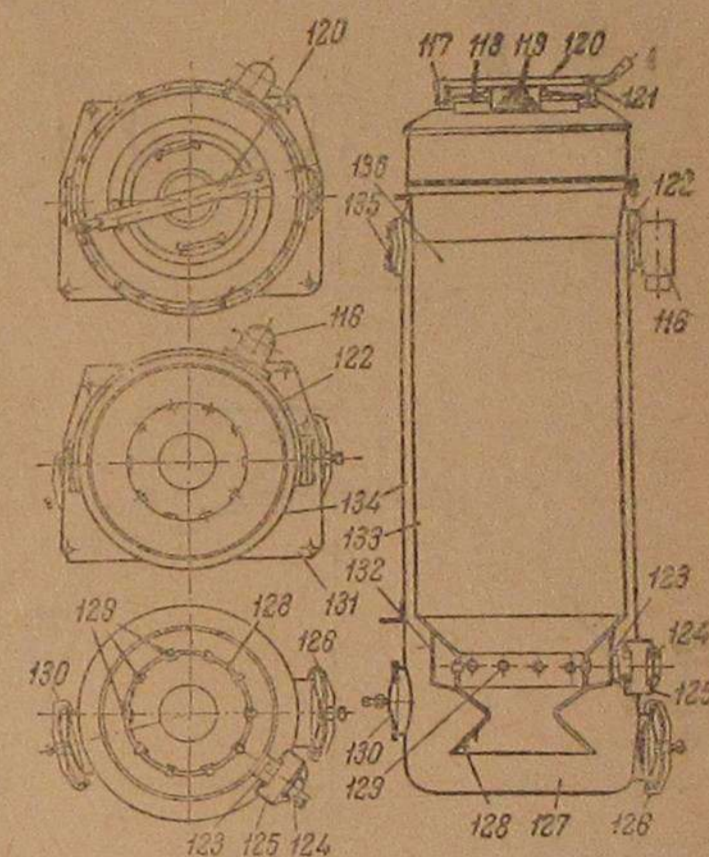
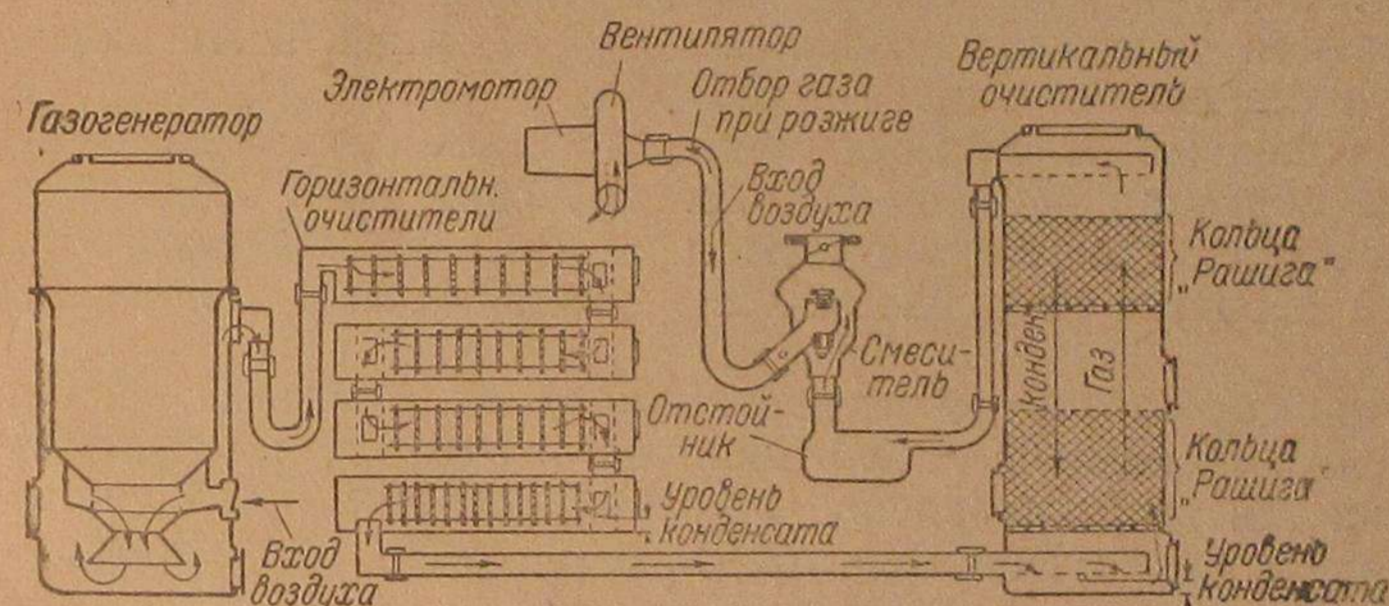

Рис. 10. Газогенератор
Рис. 19. Схема газогенераторной установки
Газогенератор состоит из двух цилиндров — наружного 134 (рис. 10) и внутреннего 133. Наружный цилиндр (кожух) выполнен из малоуглеродистой стали; толщина его 2 мм, высота 1515 мм и
Крышка и пружина выполняют также роль предохранительного клапана при вспышке, возможной в случае попадания в генератор воздуха. На рис. 10 показана первоначальная конструкция крышки с конической пружиной.
Засыпка и выемка верхнего слоя колец Рашига производится через закрываемую крышкой 144 верхнюю часть очистителя. Для загрузки нижнего слоя колец Рашига предназначен люк 148, а для выемки — люк 149. Для полного спуска конденсата при периодической плановой чистке вертикального очистителя служит нижний люк 142. Конструкция верхней крышки 144 и боковых крышек, закрывающих люки очистителя, совершенно тождественна с конструкцией крышки 117 (рис. 10) загрузочного люка газогенератора.
водимым сюда через отверстие в кожухе, воздушную коробку и сопла, расположенные по окружности топливника 128 (рис. 10).
В восстановительной зоне газ (рис. 19) сначала под влиянием разрежения течет вниз и попадает в пространство между внутренним цилиндром и кожухом газогенератора. Отсюда он поднимается вверх до полукольцевого канала 122 (рис. 10), соединенного посредством отсасывающего трубопровода с батареей горизонтальных охладителей-очистителей. При этом, поднимаясь вверх по
2. В отверстие входа воздуха (рис. 19) газогенератора вставляют смоченный смесью керосина и бензина факел и зажигают его.